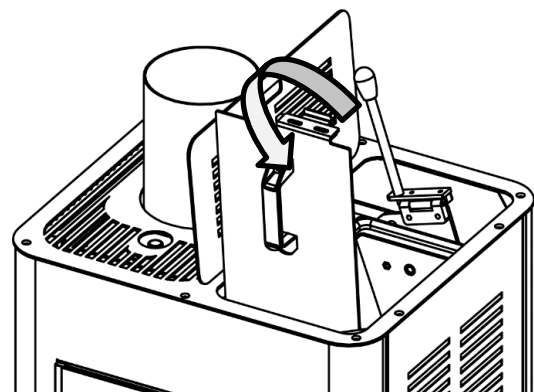

Fig. 13
- Open the tank lid (fig. 13).